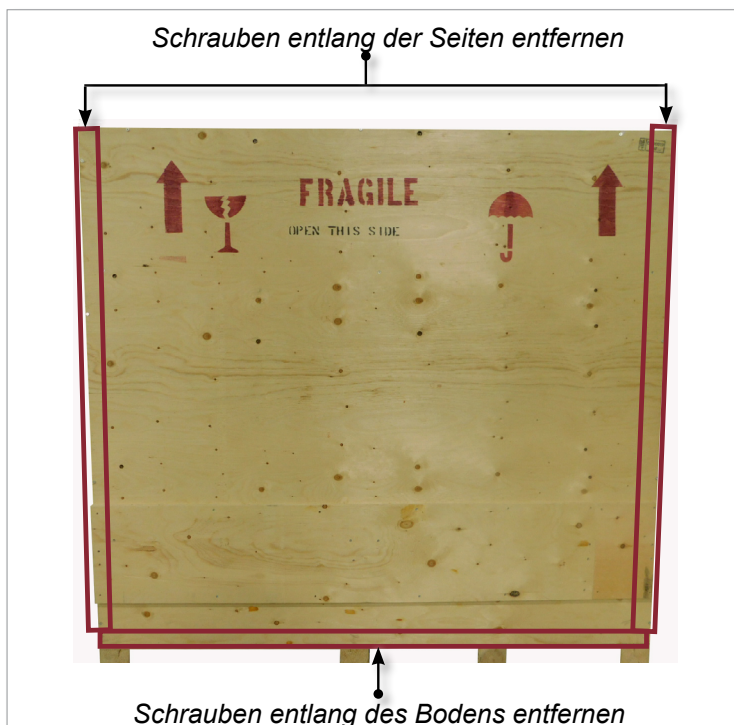

Abbildung 3-8 Schrauben an der Seite und am Boden entfernen
5. Entfernen Sie von der Seite der Kiste, die mit „FRAGILE OPEN THIS SIDE“ gekennzeichnet ist, die Schrauben an den Seiten und am Boden der Kiste. Siehe Abbildung 3-8.